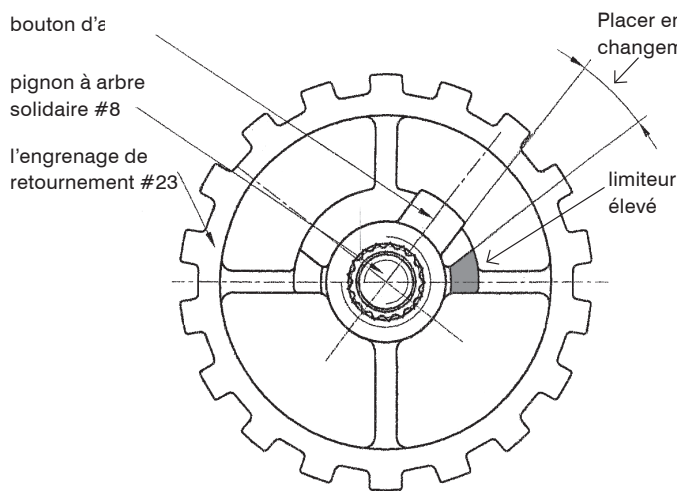

Figure 4
4. À l'aide d'un pied à coulisse, mesurez la longueur extérieure de 11 maillons sous une légère tension (Reportez-vous à la Figure 4) Remplacez la chaîne si cette mesure est supérieure à la longueur de référence maximale permmissible suivante :
5. Remplacer le bouton d'arrêt #31 sur le pignon à arbre solidaire #8. Placer de façon à ce que la plaquette stoppée soit sur un angle de 15-20 degrés au limiteur élevé à la droite de l'engrenage de retournement. Voir figure 4 pour la correcte position.